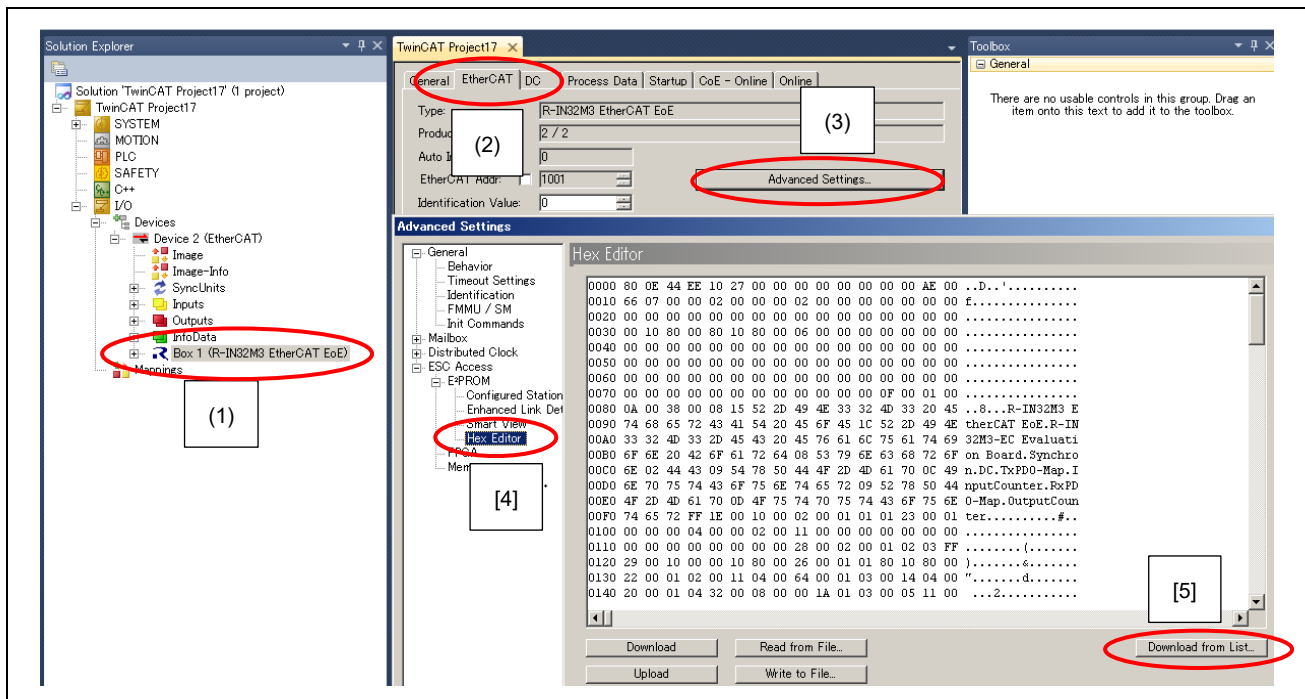

図 7.4 EEPROM 書き換え手順 1
- (1) [Box 1] をダブルクリックすると、図 7.4 のようなパネルが表示されます。
- (2) [EtherCAT] タブを選択
- (3) [Advanced Setting] のボタンをクリックしてください。
- (4) [ESC Access] ⇒ [EEPROM] ⇒ [Hex Editor] としてください。
- (5) [Download from list] を選択してください。
- (6) “Available EEPROM Description” を選択してください。